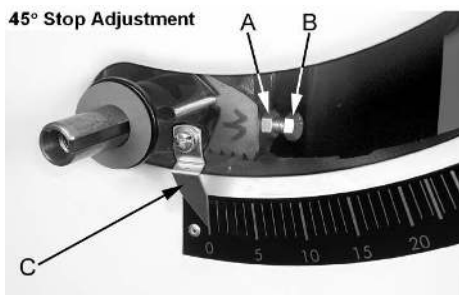

рис. 20
8. Если пильный диск не под углом 45 градусов к столу, удалите маховик подъёма/понижения пильного диска. Ослабьте контргайку ( A см. рис. 20) и поверните стопорный винт регулировки (B, рис. 20) на передней цапфе во, внутрь или наружу. Регулировочный винт следует прекратить вращать на переднем кронштейне цапфы, когда пильный диск находится под углом 45 ° к столу.
9. Проверьте правильность указателя (C, рис. 20) на угол масштаба и скорректируйте, если это необходимо.